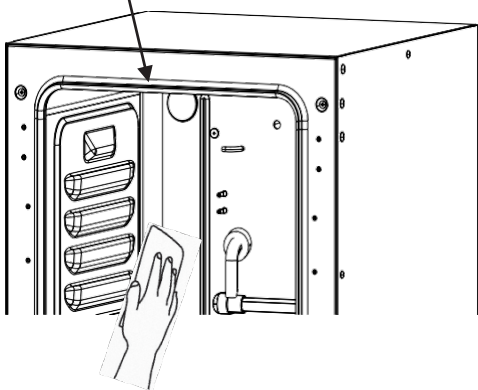

Рис. 1
3. Тщательно протрите внутренние стенки камеры, внутренние принадлежности, датчик температуры, штангу контроля влажности и ультрафиолетовую лампу, используя марлю, смоченную в необходимом количестве ^{*1} спирта для дезинфекции (Рис. 1). Обязательно соблюдайте особую осторожность при очистке углов и соединений инкубатора.